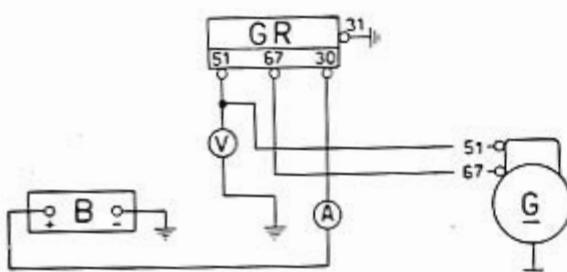

Fig. 341 - Schéma des connexions électriques pour le contrôle du courant d'inversion du disjoncteur.
2.1. Réaliser le schéma de la fig. 341.